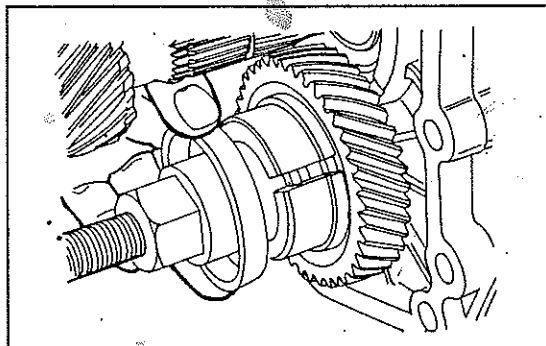

Bild 145
- Antriebswelle (4) und Hauptwelle (12) zusammen mit dem Zwischengehäuse herausnehmen.
- Eine M8×60 Schraube verwenden und die Rücklaufwelle herausziehen, wie es in Bild 145 gezeigt ist.
- Sprengring vor dem Synchronkörper des 3./4. Ganges entfernen (am Ende der Welle) und den Synchronkörper (8) zusammen mit dem Gangrad (9) mit der Hand von der Welle ziehen.